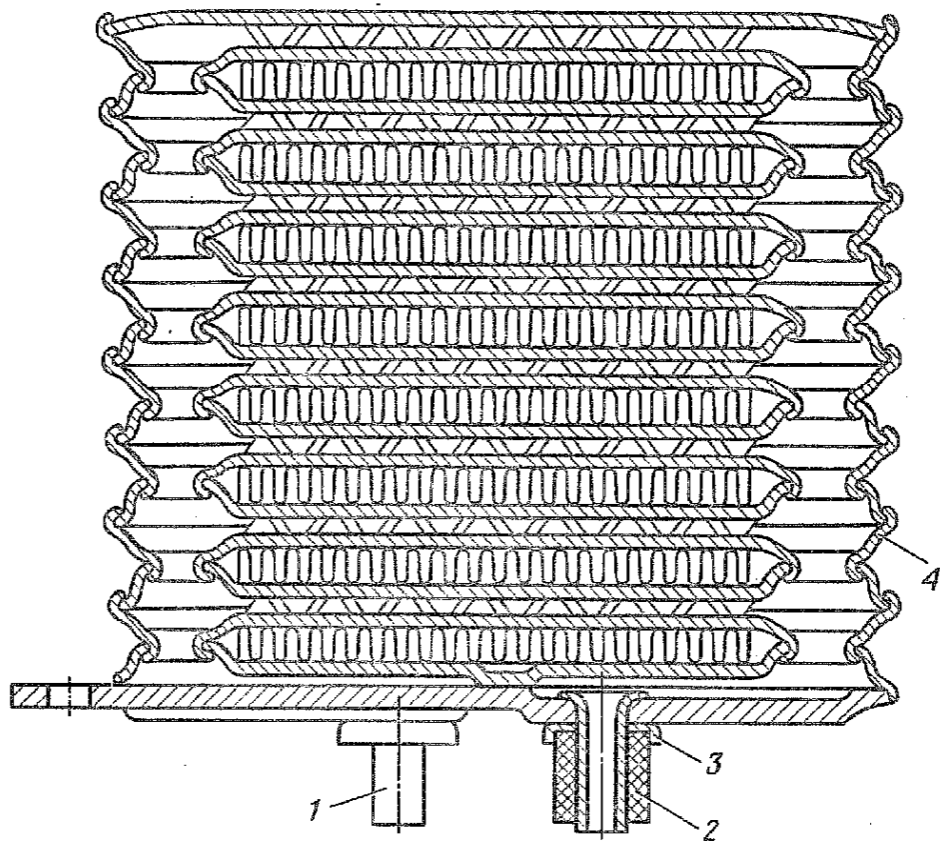

Рис. 40. Масляный радиатор:
1.7. Снять с трубок 1 (рис. 40) радиатора уплотнительные кольца 2.
2.1. Установить на трубки 1 (рис. 40) масляного радиатора уплотнительные кольца 2.